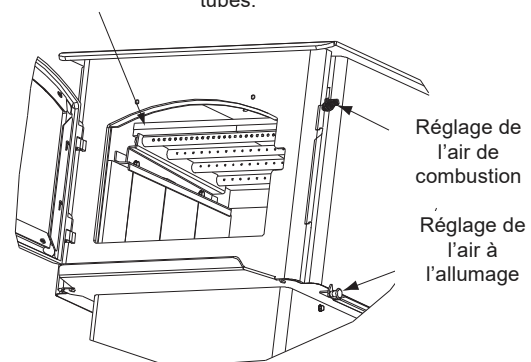
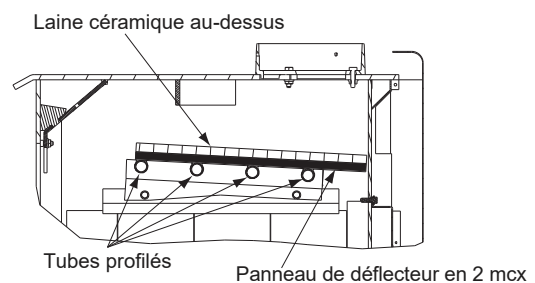

Figure 22.4
Figure 22.5
4. Re-installer le déflecteur morceaux un à un. Assurez-vous que le déflecteur planches sont même à l'avant du collecteur tube et repose sur tous les tubes (**Figure 22.2, Figure 22.4 et Figure 22.5**).
5. Pour ré-installer la céramique de couverture, il est plus facile de plier en deux le premier. Placer sur le dessus du déflecteur de conseil, d'ouvrir et aplatir et lisser la couverture. Re-vérifier le déflecteur de conseil pour le positionnement correct (**Figure 22.4**).